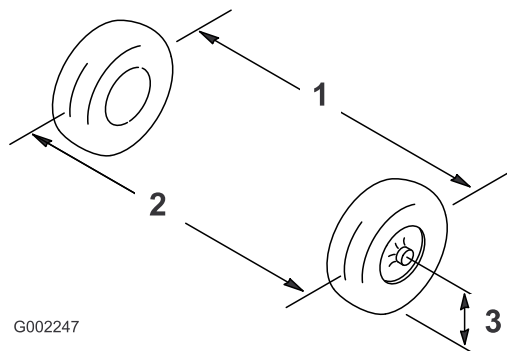

図 51
2. 前輪の前と後ろで、左右のタイヤの中央線間距離を測る；計測はアクスルの高さで行う（図 51）。